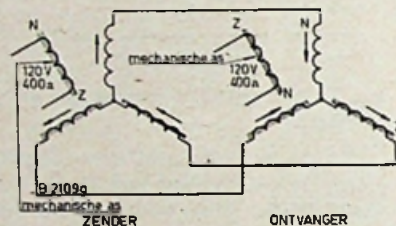

Fig. B-1 - Overbrenging m.b.v. selsyns
a) Het overbrengen van zeer kleine vermogens (b.v. het overbrengen van een meterstand - zie fig. B-1).